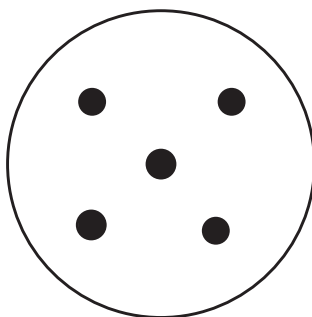

Figura 32. Distribución de los discos.
4. Colocar cada uno de los discos dejando una distancia uniforme entre ellos (aprox. 2 cm) (Figura 32).